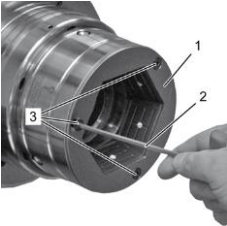

Fig. 10
4. Desserrez les trois vis à tête fraisée [Fig. 10/3] sur la tôle [Fig. 10/1] à l'aide d'une clé à six pans creux [Fig. 10/2].
5. Retirez la tôle [Fig. 10/1].